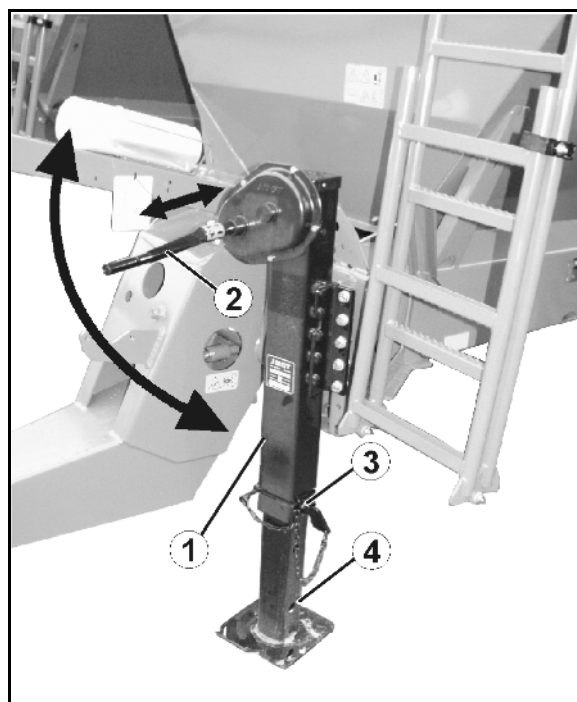

Рис. 54
1. Поднимите опору (Рис. 54/1) с помощью рукоятки (Рис. 54/2) до упора.
2. Вытяните палец (Рис. 54/3) из опоры.
4. Вставьте палец в нижнее отверстие (Рис. 54/4) и застопорите.
1. Зафиксируйте внутреннюю часть опоры и вытяните палец (Рис. 54/3) из неё.
4. Опустите опору (Рис. 54/1) с помощью рукоятки (Рис. 54/2) до упора, пока не будет разгружена тяговая серьга.